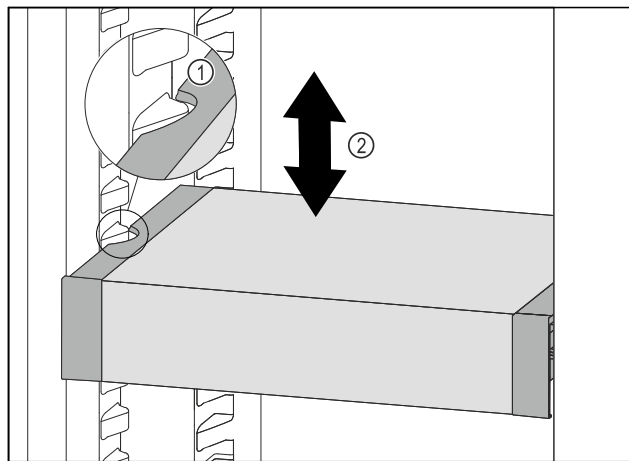

Fig. 85
- ▶ 向前移动 VarioSafe，直到 VarioSafe 两侧的凹槽与冷藏区中的容器肋梁持平。 Fig. 85 (1)
- ▶ 在冷藏区中向上或向下移动 VarioSafe，直至所需高度。 Fig. 85 (2)